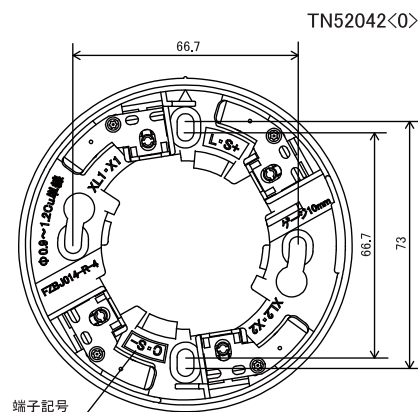

図 1. 取付寸法図
- ・ベースの取付方法（図 1）
- （2）電線を端子記号（図 1 参照）にしたがって、端子に挿入してください。